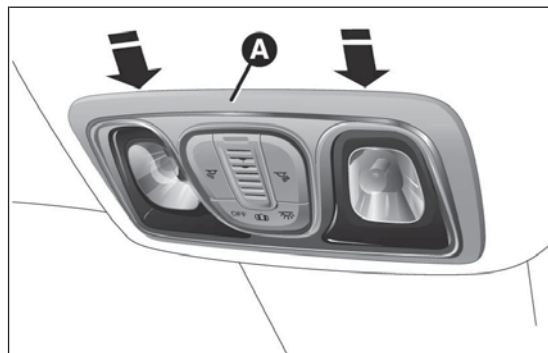

fig. 191
- ☐ rimuovere la plafoniera A fig. 191 agendo nei punti indicati dalle frecce;
- ☐ fissare la plafoniera A fig. 191 nella sua sede accertandosi dell'avvenuto bloccaggio.